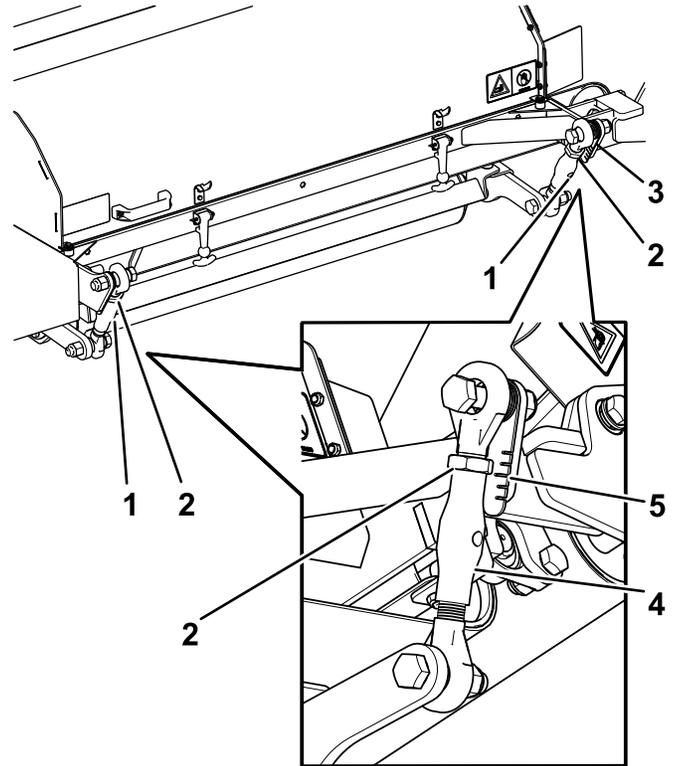

Figure 19
Vérifiez que le rouleau arrière est réglé dans la longue fente pour la coupe et la scarification (Figure 19).
- Réglez les biellettes arrière jusqu'à ce qu'elles soient alignées sur la longue fente de la jauge (Figure 19).
- Serrez l'écrou de blocage en haut de chaque biellette arrière (Figure 19).